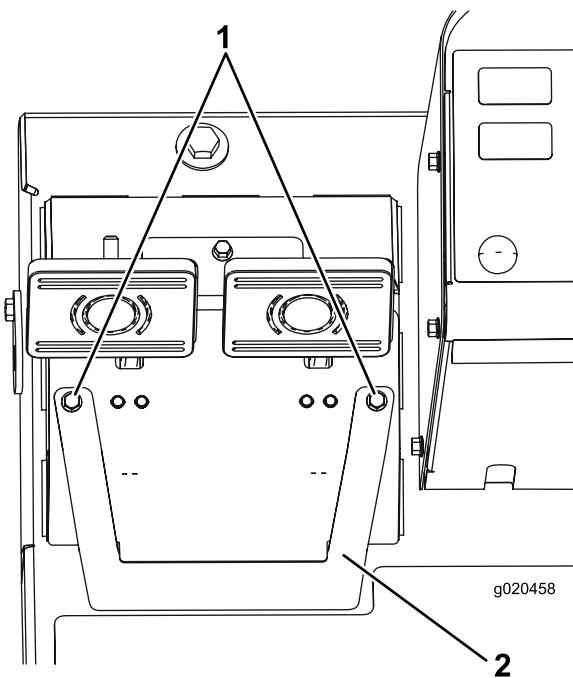

Figura 96
- A. Desaperte os 2 parafusos de montagem e retire a cobertura de ajuste do travão (Figura 96).